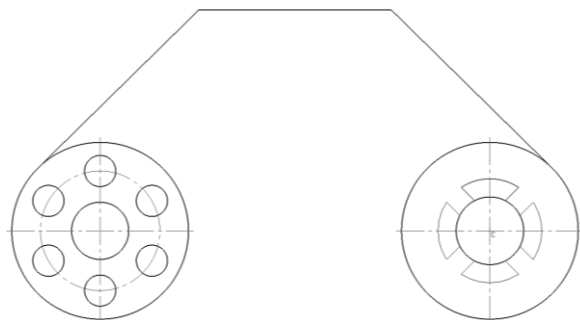

Рис. 55. Копирование элементов по окружности
2.10.7 Выделить выступ удерживая клавишу <Shift> выделяя каждый элемент нажав ЛКМ. В главном меню выбираем вкладку **Редактор – Копия – По окружности** (аналогично п.2.9.3 – 2.9.4). На панели свойств зададим **количество копий** – 4, **режим** – вдоль всей окружности. Щелкнув по центру окружности, получаем фантом изображения окружностей. Сохраняем результат, ЛКМ **Создать объект** (рис. 55).